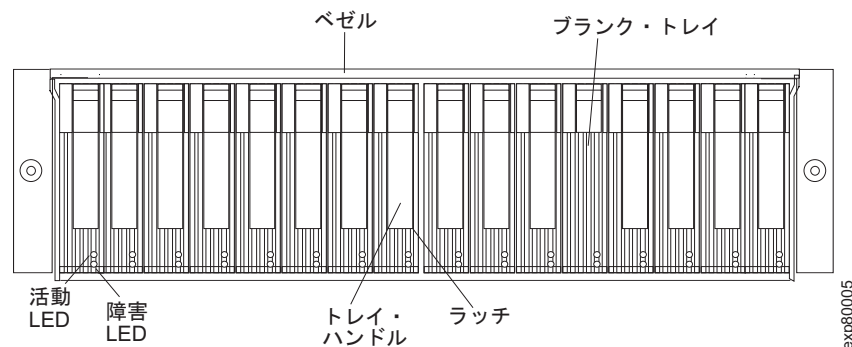

図 79. ホット・スワップ E-DDM LED
2. 図 79 に示される障害 LED を確認します。いずれかのこれは色の LED が点灯している場合は、179 ページの『問題の解決』を参照してください。